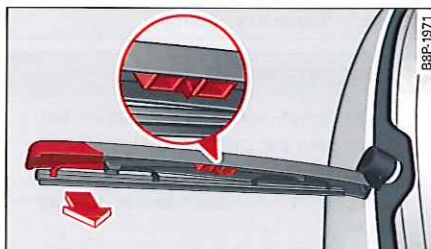

Fig. 53 Essuie-glace arrière : démontage du balai d'essuie-glace
- ▶ Alignez le balai d'essuie-glace dans la fixation ➔ fig. 53 (voir zoom).